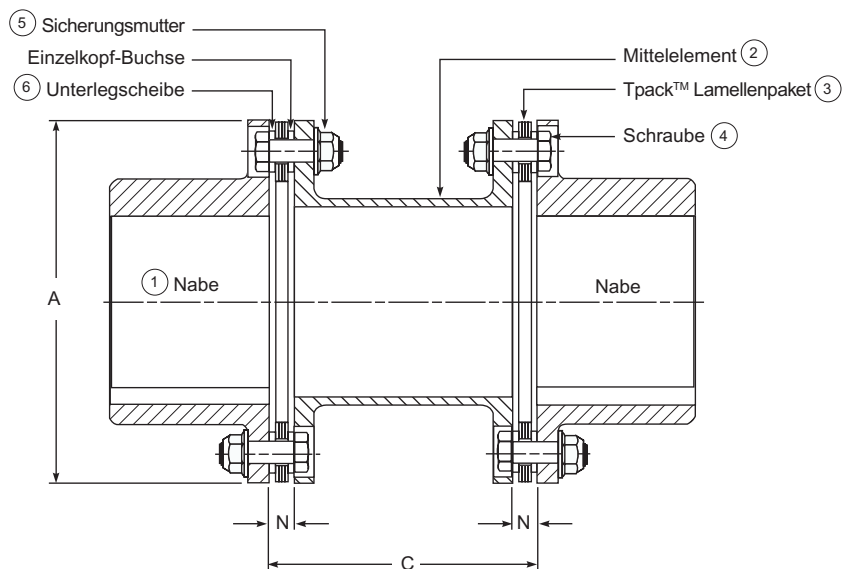

Abbildung 3 –Thomas Serie 52 Tpack Querschnittsansicht der Komponenten
- 2.6. Entsprechend den ATEX-Anforderungen muss die Schutzvorrichtung einen radialen Abstand von mindestens 12,7 mm (1/2 Zoll) zum Außendurchmesser "A" der Kupplung haben (siehe Abbildung 3 und Tabelle 3) und eine ausreichende Belüftung ermöglichen.